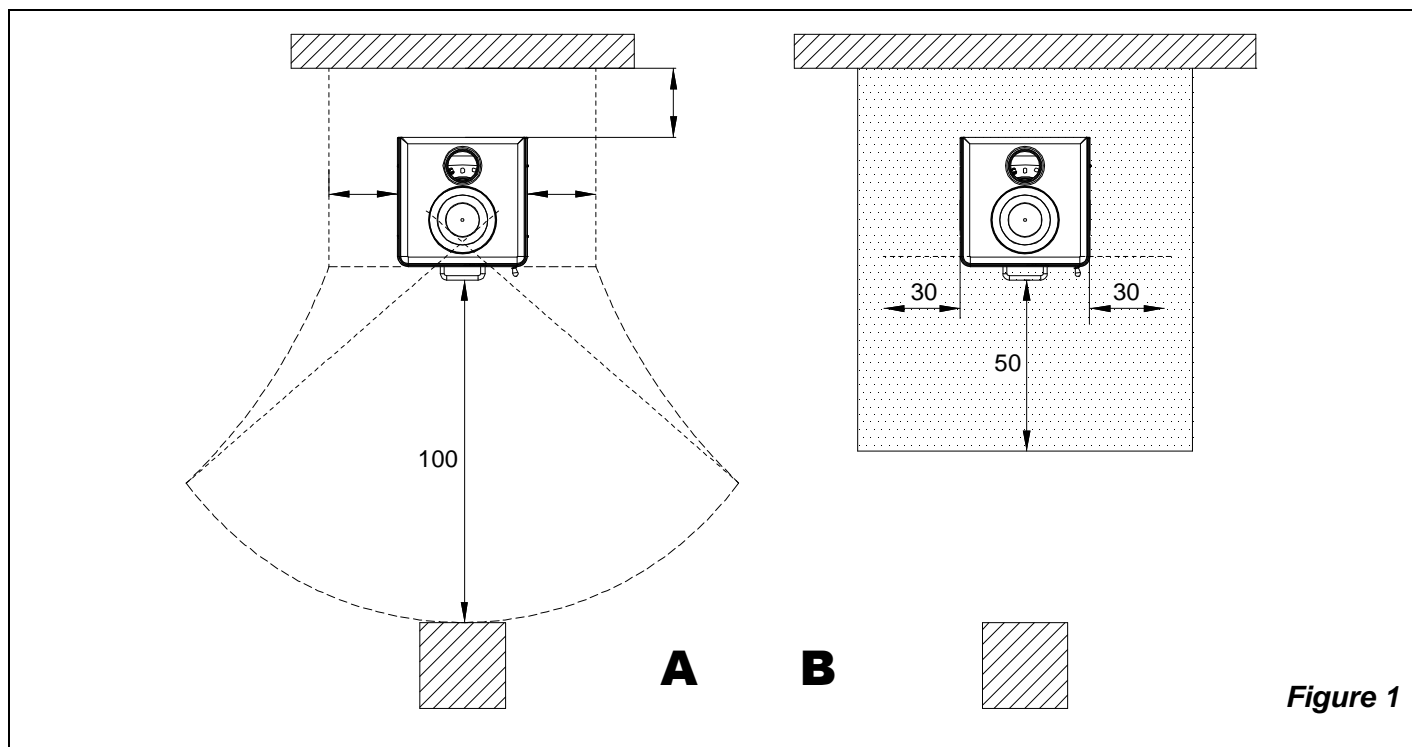

Figure 1
- a) pour assurer une isolation thermique suffisante, respecter la distance minimale de sécurité entre le poêle et les éléments de construction et objets inflammables et sensibles à la chaleur (meubles, revêtements en bois, tissus, etc.) (voir Figure 1 A). **Toutes les distances minimales de sécurité sont indiquées dans l'étiquette du produit et on ne doit PAS descendre au-dessous des valeurs indiquées.**
- c) si le produit est installé sur un sol de matériau inflammable, prévoir une base ignifuge. **Les sols composés par matériaux inflammables**, comme moquette, parquet ou liège etc., **doivent être remplacés** par une couche de matériel pas inflammable, par exemple céramique, pierre, vitre ou acier etc.. (dimensions selon les dispositions régionales). Le fond doit dépasser d'au moins **50 cm** de face et au moins **35 cm** sur les cotés, au-delà de l'ouverture de la porte de chargement (voir Figure 1 B).